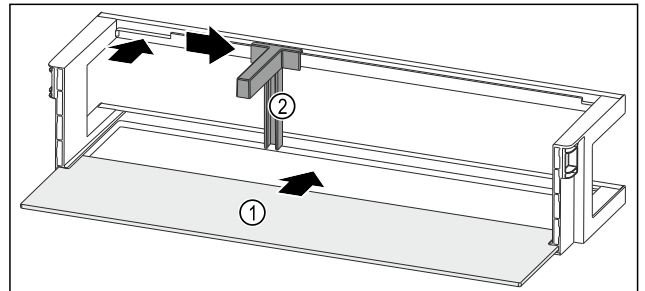

Fig. 96 Türabsteller mit Abstellfläche
- Abstellfläche Fig. 96 (1) in die seitlichen Aussparungen einschieben.
- Flaschenhalter Fig. 96 (2) in die Aussparung einsetzen.
- Flaschenhalter Fig. 96 (2) in gewünschte Position zur Seite schieben.